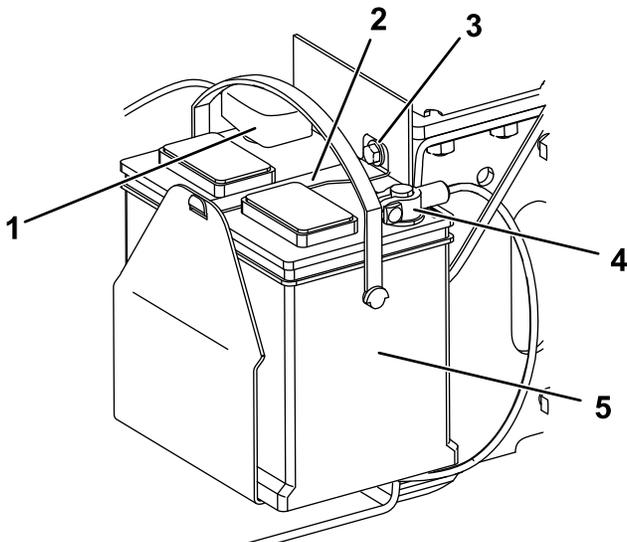

**Figura 37**
5. Instale o painel de acesso à bateria (Figura 37).